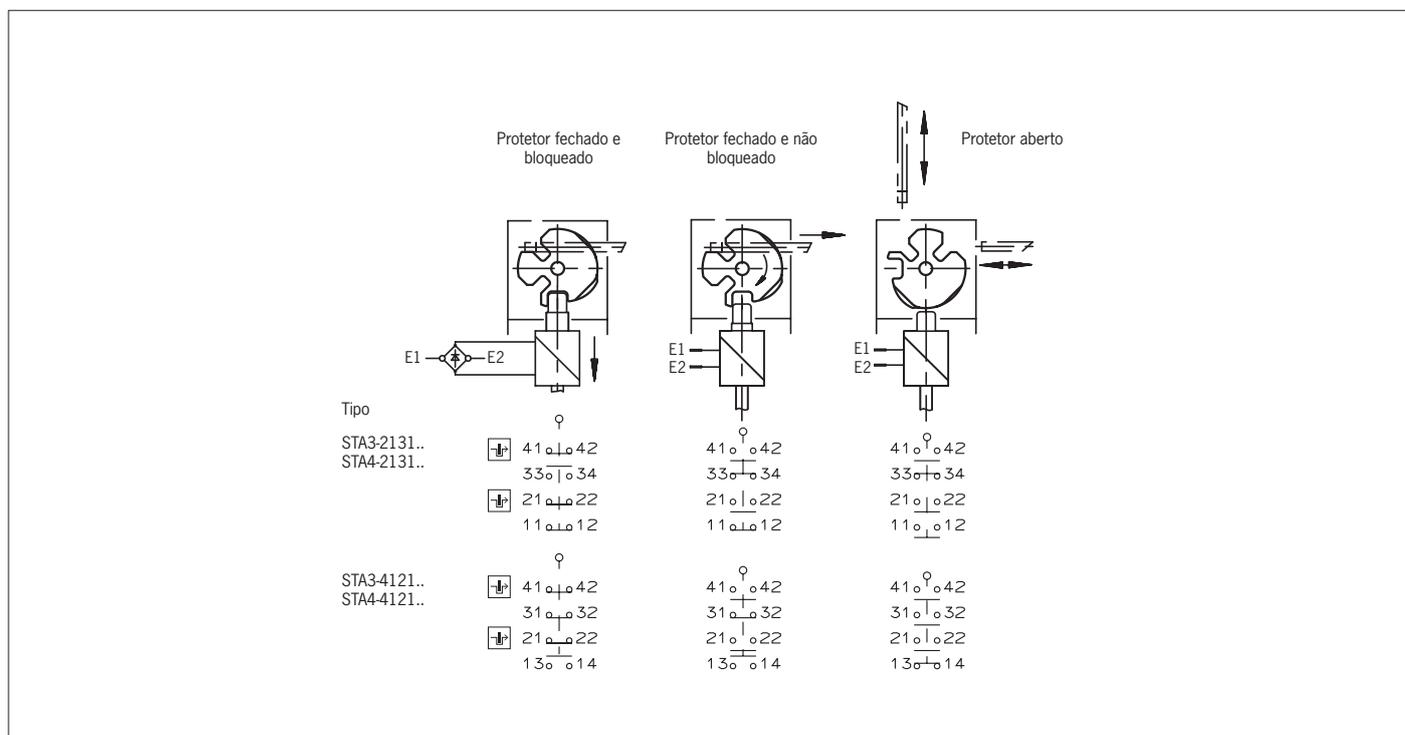

Figura 3: Elementos e funções de comutação
3. Conectar e apertar os bornes com 0,5 Nm (consultar a atribuição do contato em Figura 3).